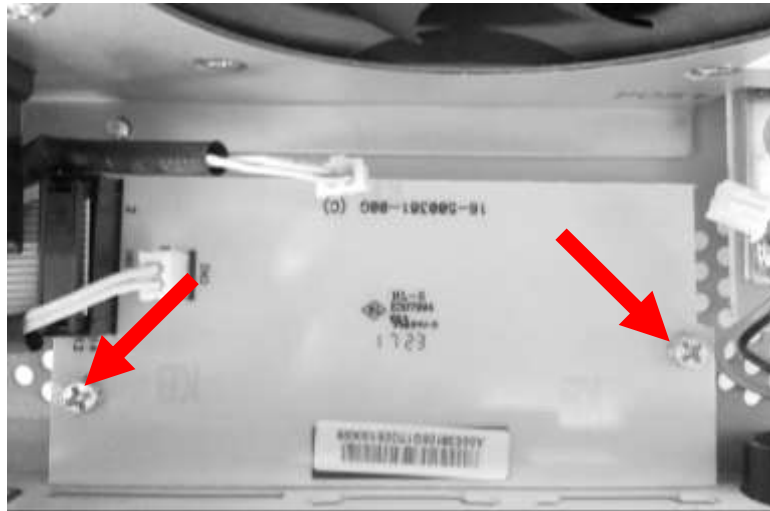

Abbildung 4: Schrauben auf beiger Platine entfernen
- Lösen Sie die beiden Schrauben und Unterlegscheiben des beige Brettes wie in *Abb. 4* gezeigt. Sie werden später benötigt. Entfernen Sie die Karte noch nicht, da sie noch mit zwei Kabeln verbunden ist.